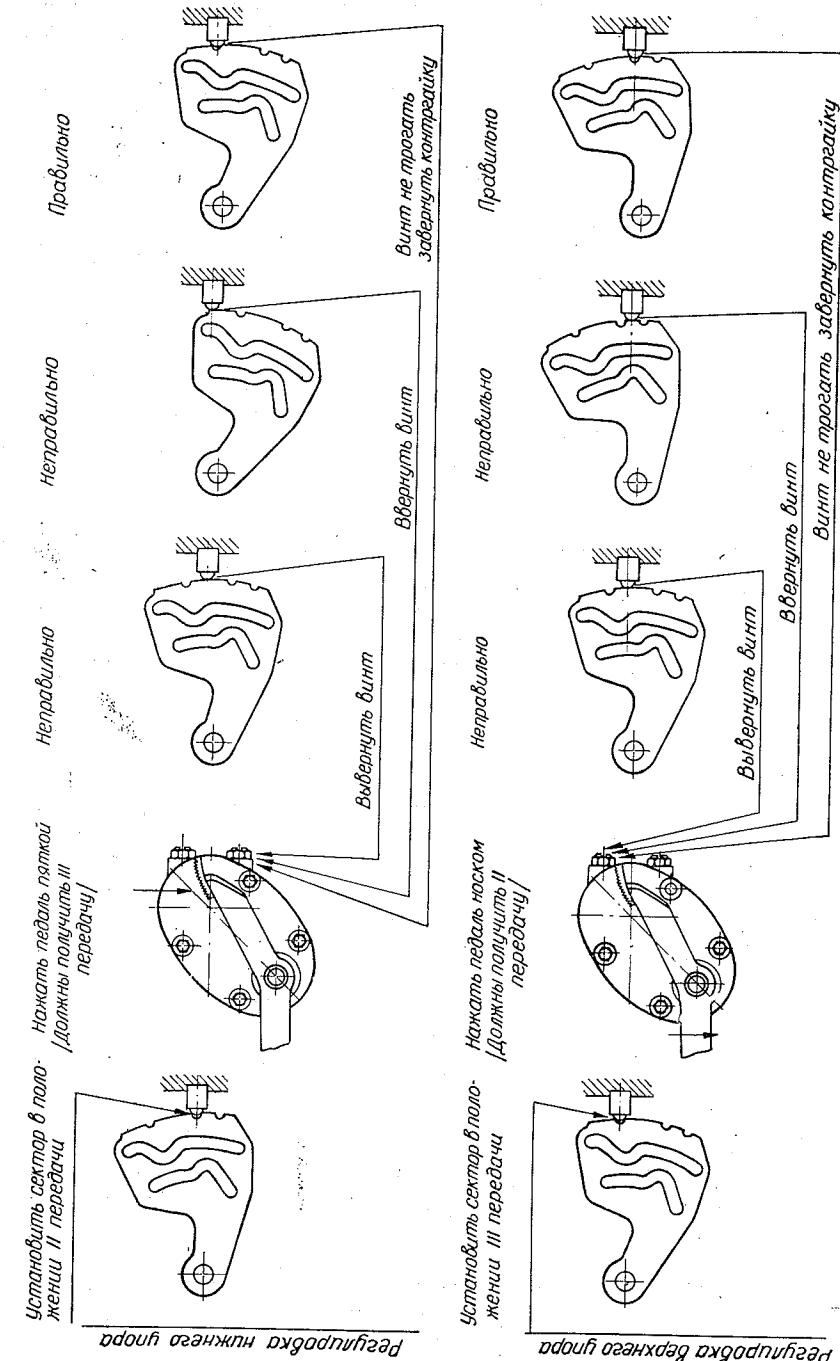

Рис. 13. Регулировка механизма передачи пневмоподъемника
Для обеспечения нормальной работы механизма ножного переключения передач регулировочные винты (рис. 13) должны устанавливаться так, чтобы при крайних положениях педали ножного переключения фиксирующие лунки второй и третьей передач сектора доходили до шарика фиксатора.
1. При переключении со второй на третью передачу (заднее плечо педали ножного переключения опущено вниз до упора), если фиксирующая лунка третьей передачи сектора не доходит до шарика фиксатора (рис. 13), рычаг ручного переключения можно повернуть вперед до совпадения лунки с шариком. В этом случае нужно вывернуть нижний регулировочный винт. Если фиксирующая лунка переходит шарик фиксатора, рычаг ручного